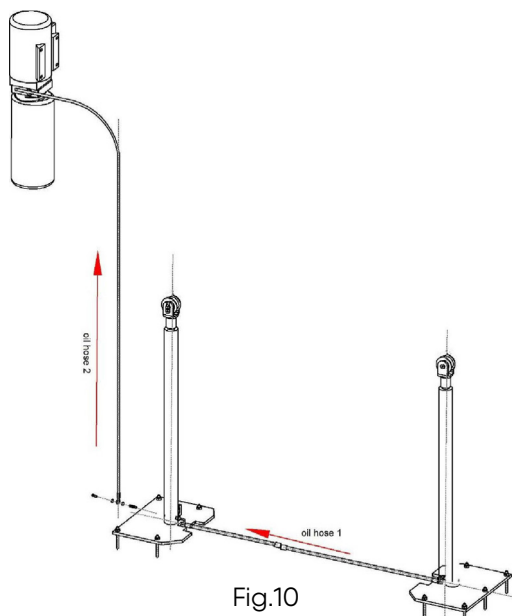

Fig.10
Passo 8: Conecte as mangueiras de óleo (Fig. 10)